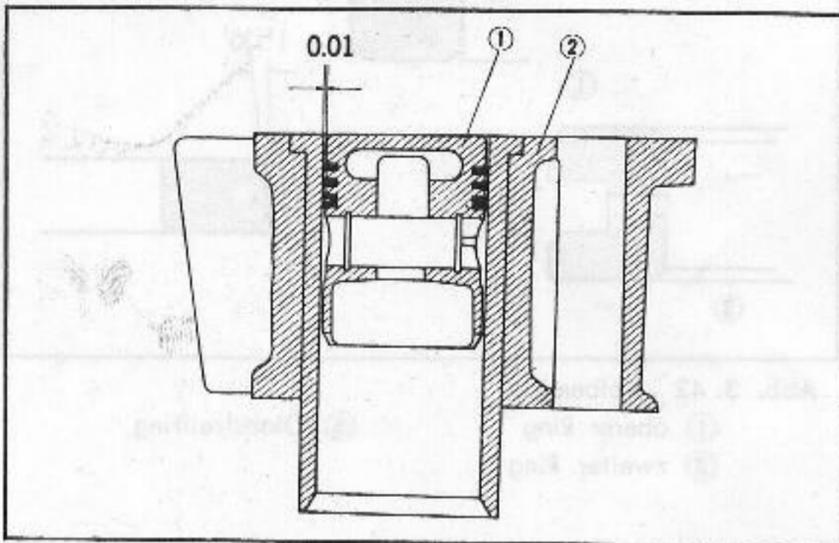

Abb. 3.45 Geringstes Spiel zwischen Kolben und Zylinder
- (1) Kolbenkopf, Lauffläche, Kolbenmantel und Kolbenbolzenbohrung auf Beschädigung oder Kratzer prüfen.
- (2) Kolbenspiel (Abb. 3.45)